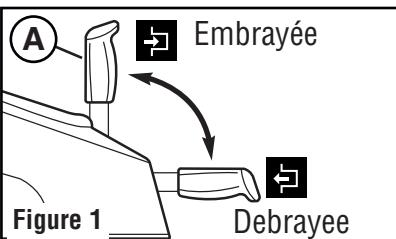

Figure 1
- Disengage the Parking Brake (A, Figure 1) by pushing the lever forward and down.
- Pull the parking brake lever (A, Figure 1) back and up to the engaged (E) position.
- Débrayer le frein de stationnement (A, Figure 1) en appuyant sur le levier vers l'avant et vers le bas.
- Tirer le levier de frein de stationnement (A, Figure 1) vers l'arrière et vers le haut en position embrayée (H).